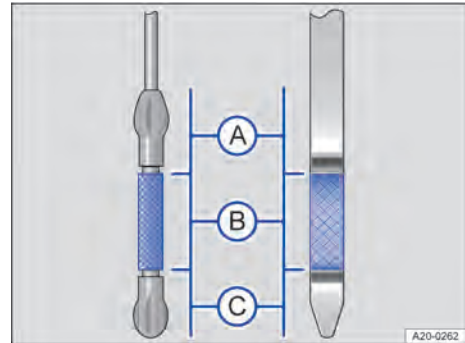
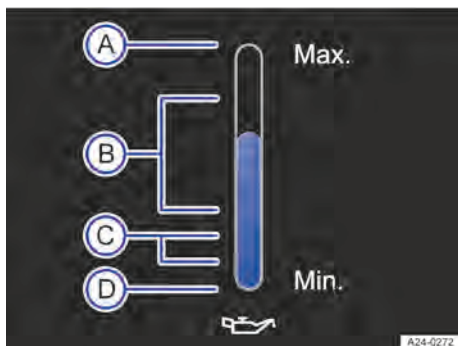

Abb. 217 Ölmesstäbe mit Motorölstandsmarkierung (Prinzipdarstellung).
Abb. 218 Im Infotainment-System: Motorölstandsanzeige (Prinzipdarstellung).
3. Ölmesstab erneut herausziehen und Motorölstand am Ölmesstab wie folgt ablesen → Abb. 217:
→ Abb. 217 bzw. → Abb. 218  liegen.
5. Wenn versehentlich zu viel Motoröl nachgefüllt wurde und der Motorölstand sich danach oberhalb des Bereichs → Abb. 217 bzw. → Abb. 218  befindet, Motor nicht starten → . Fachmännische Hilfe in Anspruch nehmen.